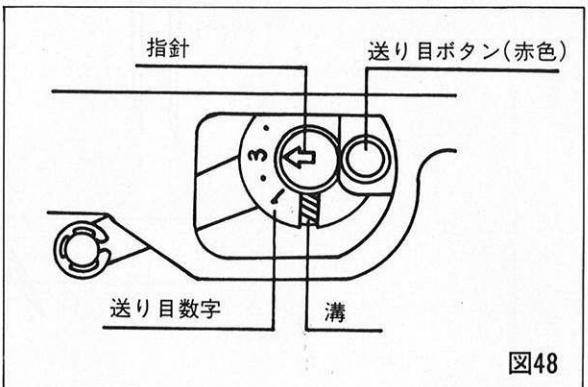

図48
- 送り目ボタンが溝に入ったまま(送り目ボタンを押し続けた状態で)、再びはずみ車を廻わすと、指針が動きます。この時、指針を希望の送り目数字に合わせる。(図48)